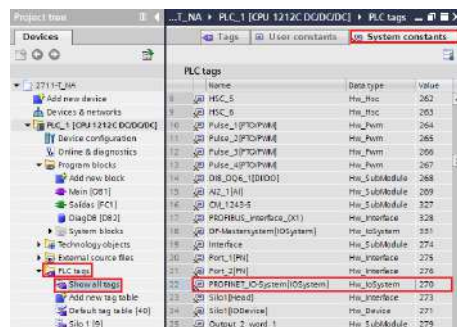

Figura 111 – Constantes do sistema do CLP
*Para localizar qual o valor da variável "LADDR" (*HW_IOSYSTEM*) selecione "PLC tags → Show all tags → System constants" conforme **Figura 111**;